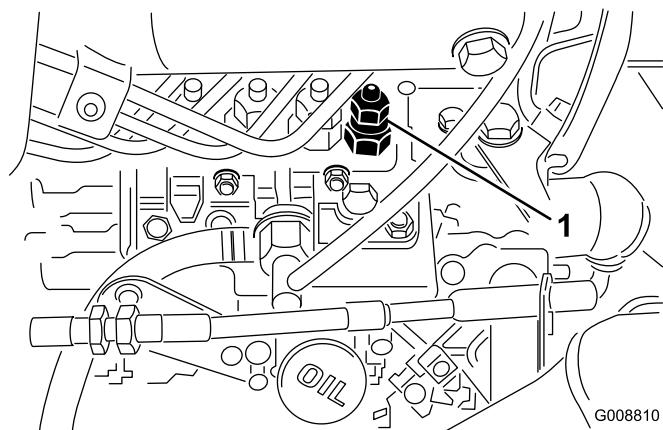

Figura 56
1. Allentate l'attacco del tubo con l'assieme del supporto e dell'ugello dell'iniettore n. 1 sulla pompa di iniezione (Figura 56).